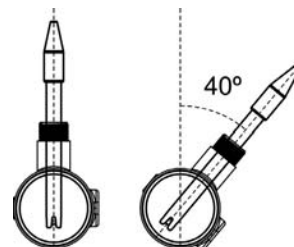

Fig. 3
4. Instalar sempre as sondas de pH/ORP preferencialmente na posição vertical ou com uma inclinação máxima de 40° (Fig. 3).